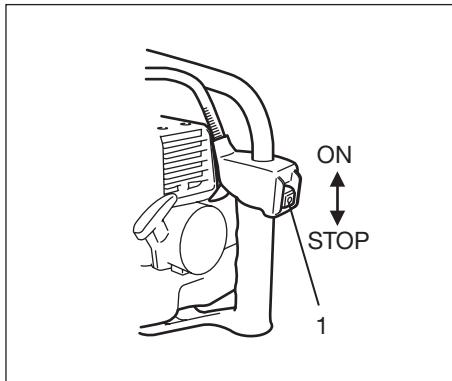

Fig. 2-2
1. Coloque o botão da ignição (1) na posição ON. (Fig. 2-2, 2B)